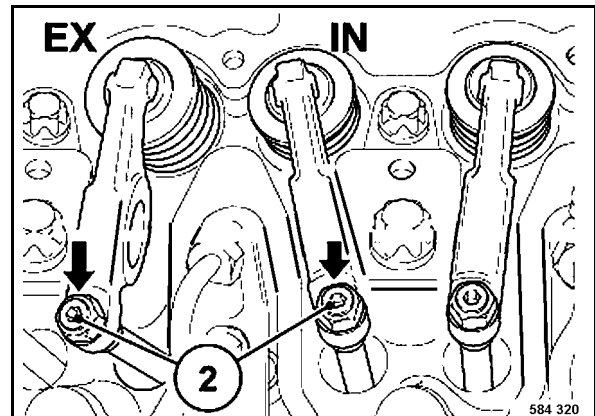
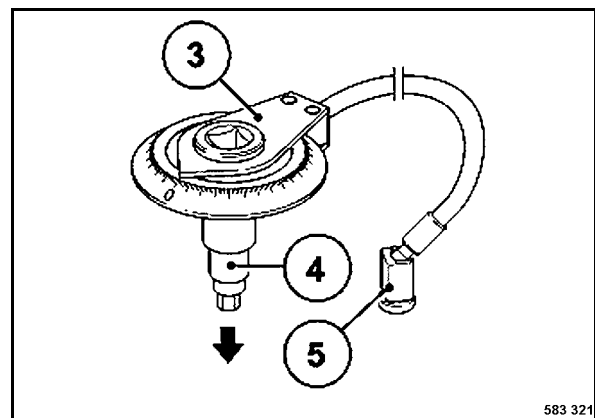

fig. 142
fig. 143
Placer le disque de réglage d'angle 3 (fig. 143) et la douille (4) sur la vis de réglage de la soupape 2 (fig. 142).